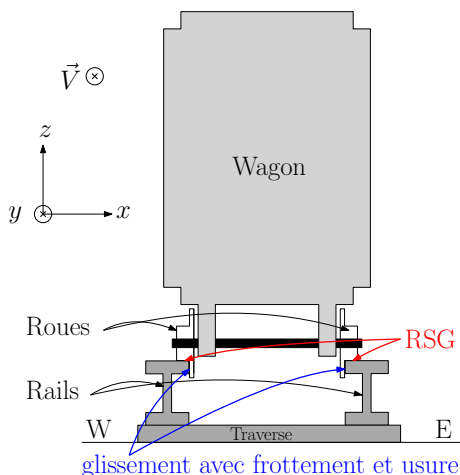

Figure 2
- ✘ On modélise le train par un véhicule à 2 roues² : une à l'ouest et une à l'est comme représenté figure 2.